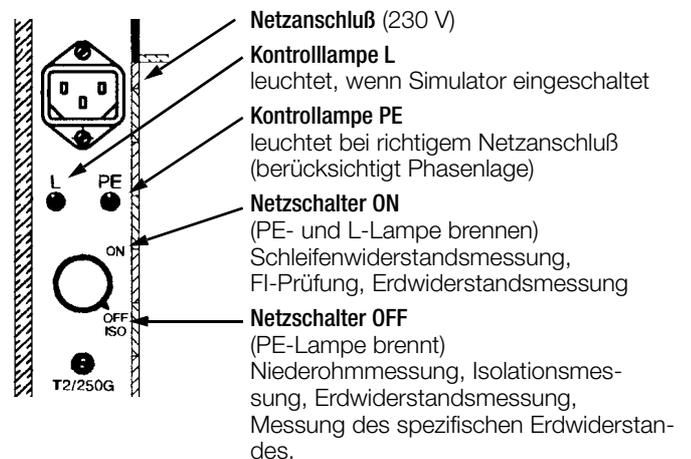
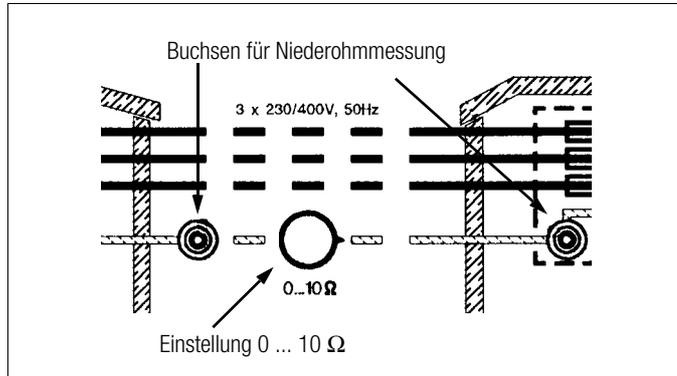
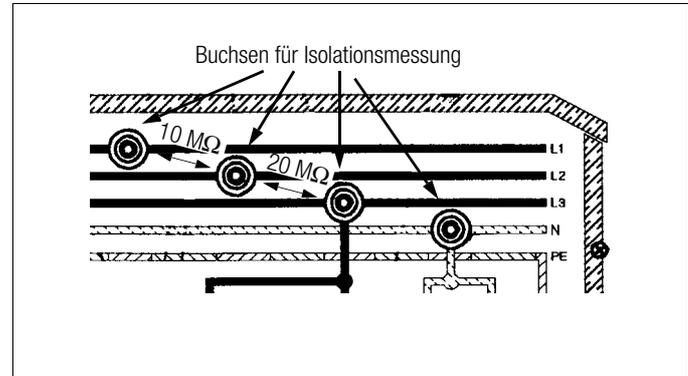

Bild 3.1-1
Bild 4.1-1
Bild 5.1-1
Zusätzlich leuchtet jetzt die Kontrolllampe L, siehe Bild 3.1-1.
Spannungsloser Zustand des Simulators – nur die Kontrolllampe PE [siehe Bild 3.1-1] leuchtet. Diese Messung kann zwischen den beiden Buchsen für Niederohmmessungen [Bild 4.1-1] demonstriert werden. Der Widerstandswert kann mit dem Regler im Bereich 0 ... 10 Ω variiert werden.
Der Simulator ist im spannungslosen Zustand – nur die Kontrolllampe PE leuchtet, siehe Bild 3.1-1. Diese Messung kann zwischen den vier Buchsen [Bild 5.1-1] mit verschiedenen Werten demonstriert werden.
- ⇨ Schalten Sie den Simulator PROFi TEST S1 mit dem Netzschalter ein, siehe Bild 3.1-1.
Verwenden Sie für die Messungen mit dem SEV-Steckereinsatz den Schuko/SEV-Adapter (Zubehör). Im TN-Netz kann der angezeigte Wert mit dem Einstellknopf [Bild 4.1-1] verändert werden.